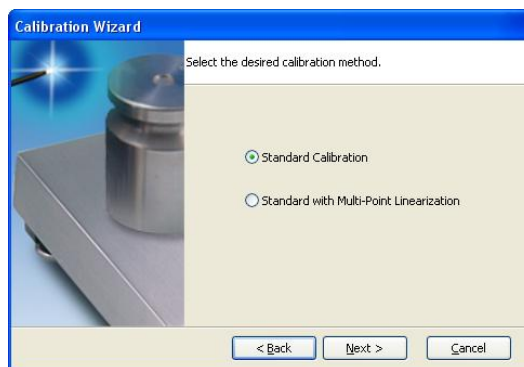

Figura 4-3. Pantalla del Calibration Wizard [Asistente de Calibración] de Revolution III
1. En la primera pantalla del Calibration Wizard [Asistente de Calibración] (ver la Figura 4-3), seleccionar si están ejecutando una calibración estándar (cero y alcance) o una calibración lineal multi-punto. Hacer clic en el botón *Next* [Próximo] para continuar.